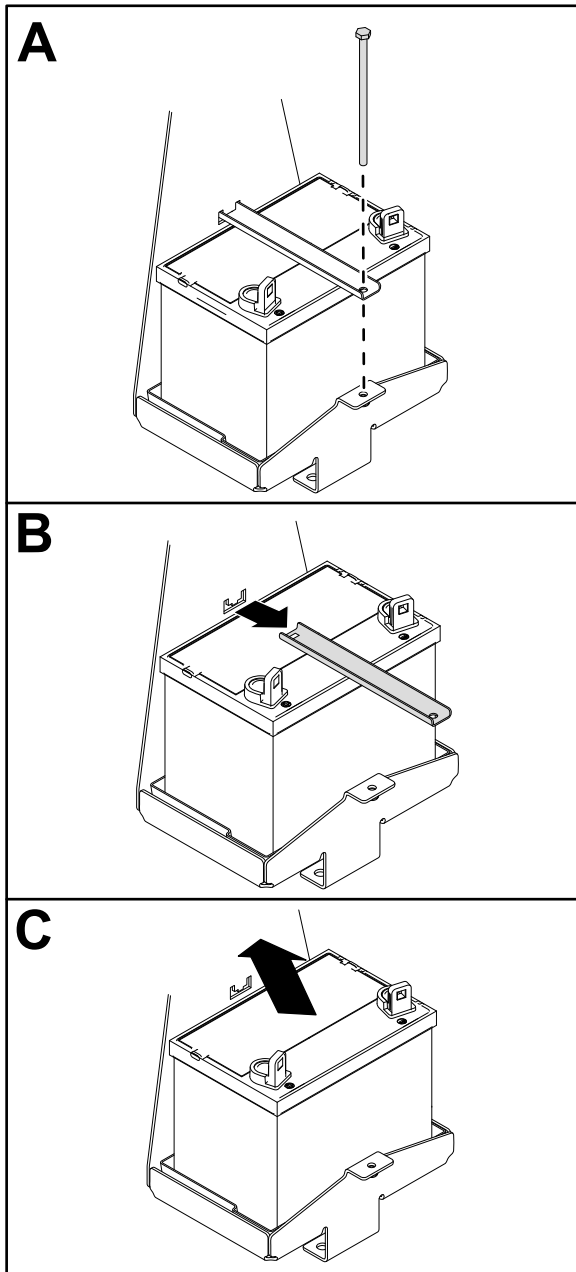

Figure 38
2. Déposez la batterie comme montré à la Figure 38.